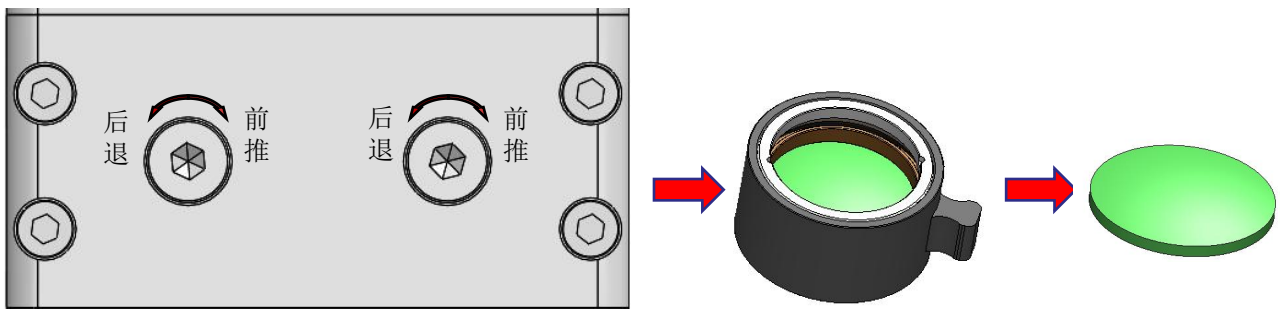

图4.9
- ① 如下图4.9所示，松掉 4 颗 M3×10的内六角螺钉，取掉盖板后将聚焦镜放置组件取出，然后再取掉锁紧圈和压紧圈将聚焦镜取出。